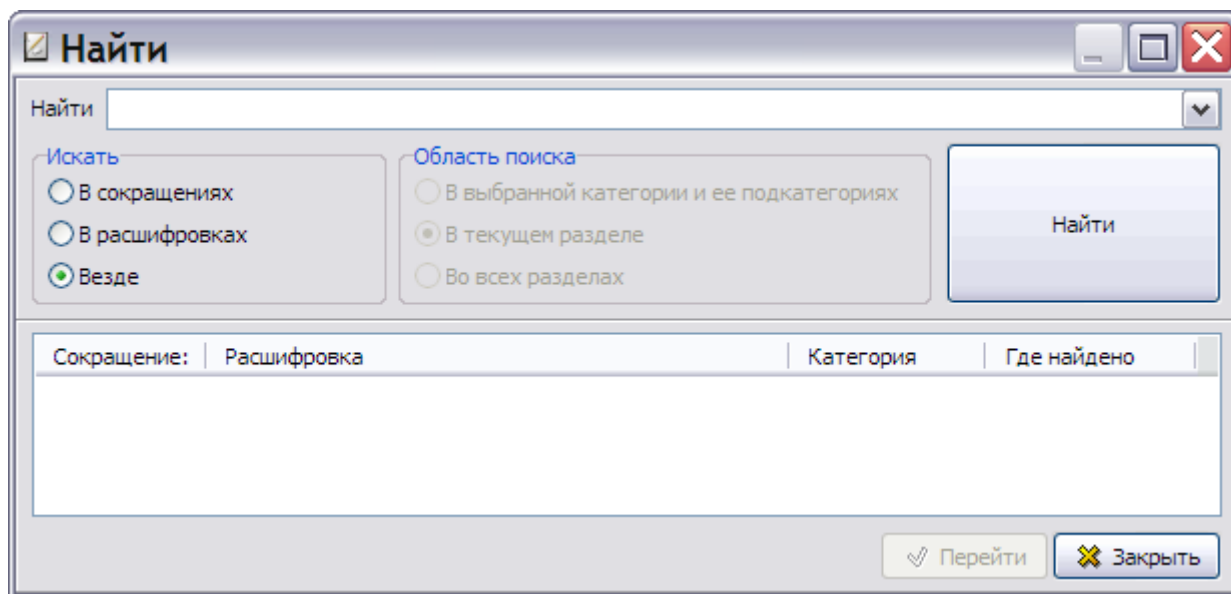

Рис. 3.62
2. Нажмите на кнопку **Поиск**  на панели инструментов левого окна или комбинацию клавиш CTRL+F. При этом появится диалоговое окно **Найти** (Рис. 3.62).